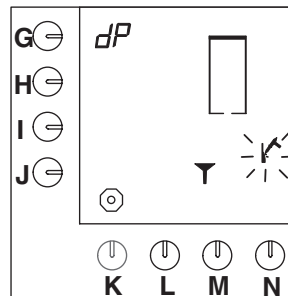

Fig. 23 Varmtvannsystemet etterlyser rensmiddel
- Et signal høres, hammersymbolet blinker og det vises en trakt på displayet (fig.23).